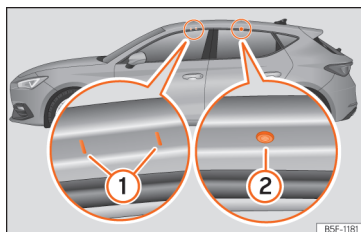

Abb. 195 Befestigungspunkte der Längsträger für den Dachgepäckträger (Leon).
Gültig für Leon: Die vorderen und hinteren Befestigungspunkte (1) und (2) sind nur bei geöffneten Türen sichtbar »» (Abb. 195).